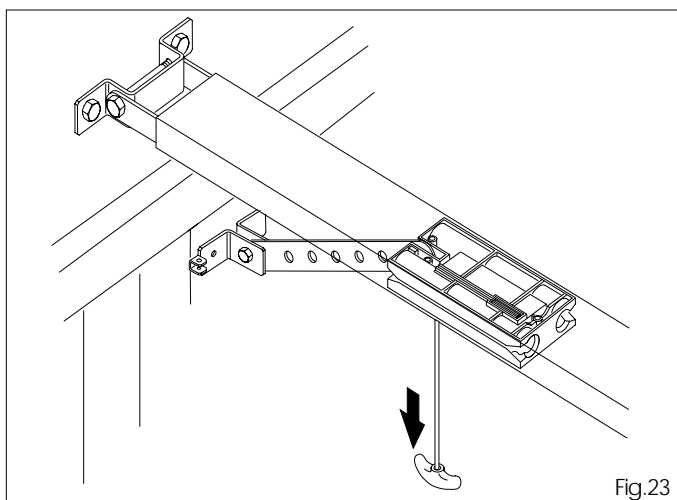

Fig.23
6.18 Débloquer l'opérateur en tirant vers le bas le levier de déblocage (fig. 23).